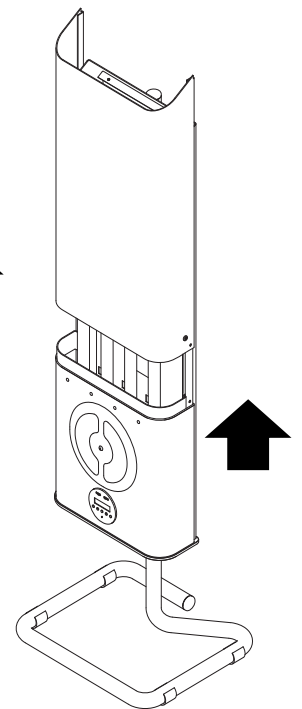

Abb.11
Das Gerät kann jetzt wieder verschlossen werden; dabei das zuvor in Phase 4 abgezogene Gehäuse wieder einsetzen. (Abb.11)
7. Die Lampen mit dem oberen Gehäuse und dem Erdungsanschluss verschließen (Abb. 11).